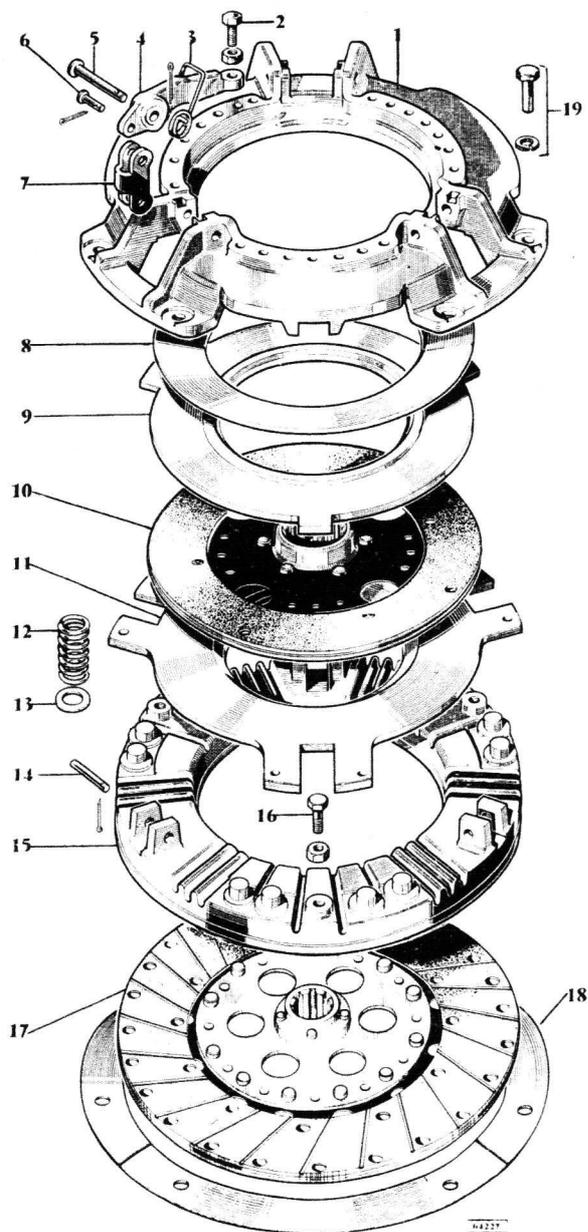

Fig. 3
- 1° Mettre en place les trois vis indiquées par les flèches de la figure N° 7 qui maintiendront assemblés le couvercle de mécanisme (rep. 1, fig. 3) et le plateau presseur (rep. 15, fig. 3).
- 3° Dévisser progressivement et en croix, les 6 vis (rep. 19, fig. 3) d'assemblage du mécanisme sur le volant.
- 4° Recueillir les 3 secteurs, déflecteurs de refroidissement (rep. 18, fig. 3) entre volant et couvercle.
- 2° Dégoupiller les axes des doigts (rep. 5, fig. 3).
- 3° Chasser les axes des doigts et déposer les ressorts de rappel (rep. 3, fig. 3).
- 7° Recueillir dans l'ordre indiqué par la figure 3, les pièces constituant l'embrayage.
2° Retourner le couvercle d'embrayage (rep. 1, fig. 3) sur un établi, y placer la rondelle Belleville (rep. 8, fig. 3) et le plateau de pression (rep. 9, fig. 3).
4° Disposer sur le plateau presseur MAMU, le plateau de pression (rep. 15, fig. 3) sur lequel seront disposés :
La plaque de pression de PTO (rep. 11, fig. 3).
Le disque d'embrayage véhicule (rep. 10, fig. 3).
Les rondelles sièges de ressort (rep. 13, fig. 3).
Les ressorts (rep. 12, fig. 3).
Les trois vis butées (rep. 16, fig. 3) si elles ont été démontées.
Les doigts (rep. 4, fig. 3).
Les articulations (rep. 6, 7, 14, fig. 3).